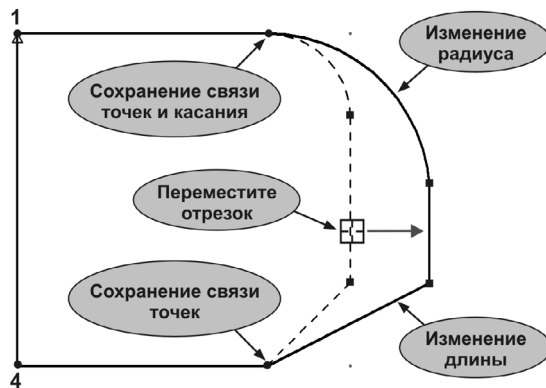

Рис. 59.59.
7. Выделите правый вертикальный отрезок и плавно переместите его вправо (рис. 59.59). Чтобы обеспечить выполнение наложенных на объекты ограничений и связей, будет изменена длина отрезков и радиус скругления. Условия сопряжения и касания точек остаются неизменными.